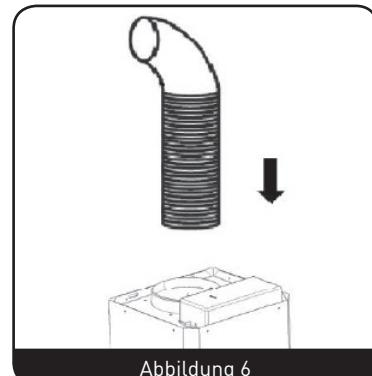

Abbildung 6
4. Wenn Ihre Dunstabzugshaube im Abluftmodus benutzt werden soll, müssen Sie an diesem Punkt das Abzugsrohr am Deckenadapter anschließen. (Abbildung 6)